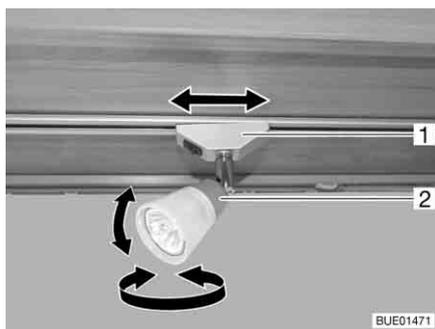

Fig. 59 Faretto
**Orientamento:** ■ Afferrare l'involucro (Fig. 59,2) e girarlo.
**Posizionamento:** ■ Afferrare il supporto (Fig. 59,1) e ruotarlo di circa 45°.
**Smontaggio:** ■ Afferrare il supporto (Fig. 59,1) e ruotarlo di 90°.